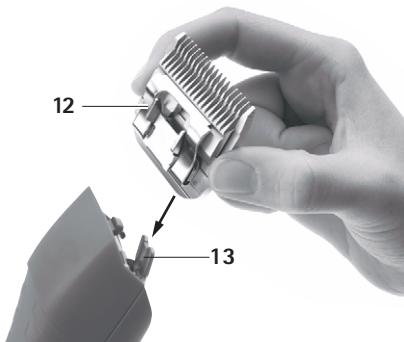

Fig. 2
- Conectar el cabezal de corte 12 a la bisagra del cabezal 13 abierta, ver Fig. 2.
- Empujar suavemente el cabezal de corte 12 hacia la esquiladora FAV5 CL/Fortis, ver Fig. 2. El cabezal de corte 12 se enclava de forma audible.